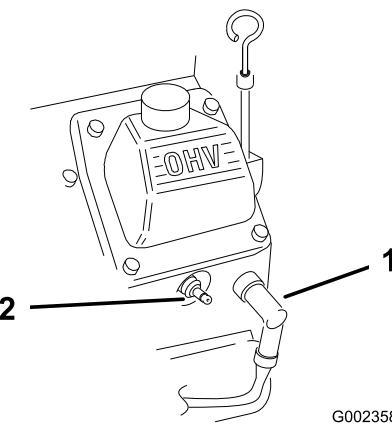

Figura 51
2. Desligue os cabos das velas de ignição (Figura 51).